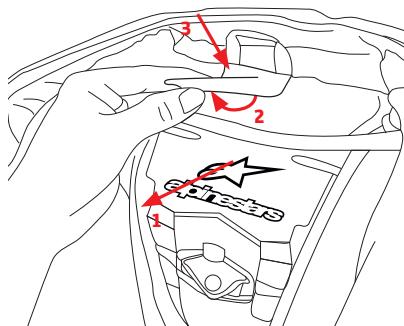
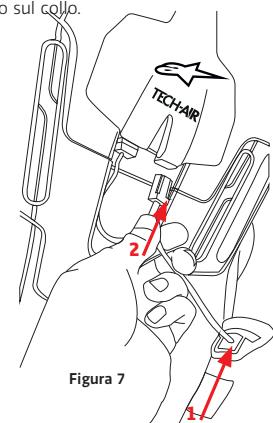

Figura 6
Figura 7
3. Aprire il secondo lembo di velcro (12) e fissare il velcro del collo sul Race Vest (13) a questo nuovo lembo, centrando correttamente (Figura 6).
4. Procedere collegando il velcro della spalla inferiore (15) e il velcro della spalla superiore (14) verso le etichette corrispondenti all'interno della fodera della tuta su entrambe le spalle destra e sinistra.
5. Rimuovere la spina del display LED dalla tasca di custodia (17) e collegarla alla presa grigia (5) (Figura 7).
6. Accendere l'interruttore principale (8). Si noti che l'interruttore principale deve rimanere sempre acceso, tranne durante il trasporto o la custodia.
8. Utilizzare le cerniere gialle sulla tuta (10) e il Race Vest (1) per fissare il Race Vest alla tuta.